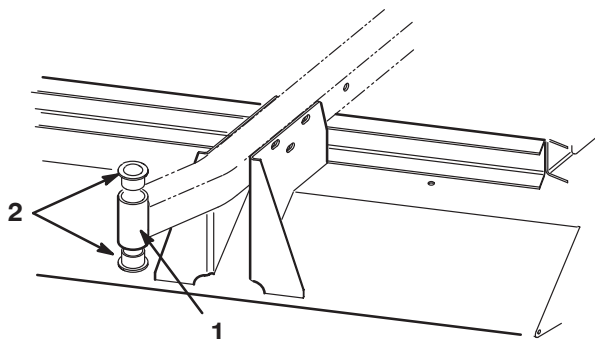

Bild 24
4. Stecken Sie einen Treiberdorn in die Ober- oder Unterseite des Befestigungsrohrs und treiben die Büchse aus dem Rohr (Bild 24). Treiben Sie dann die andere Büchse aus dem Rohr heraus. Reinigen Sie die Innenseite der Rohre.